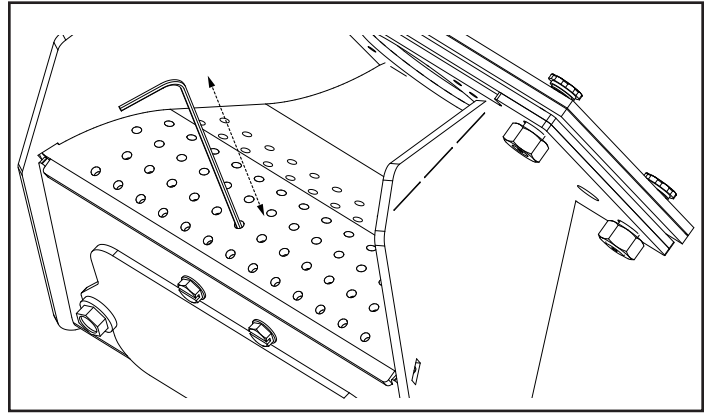

Figure 2.3
- Utilisez la clé Allen fournie pour éliminer les dépôts qui pourraient s'être accumulés dans les trous de la grille du creuset. Insérez simplement la clé Allen dans chaque trou en vous assurant qu'elle est bien dégagée, en prenant soin de ne pas endommager l'élément d'allumage. Figure 2.3.